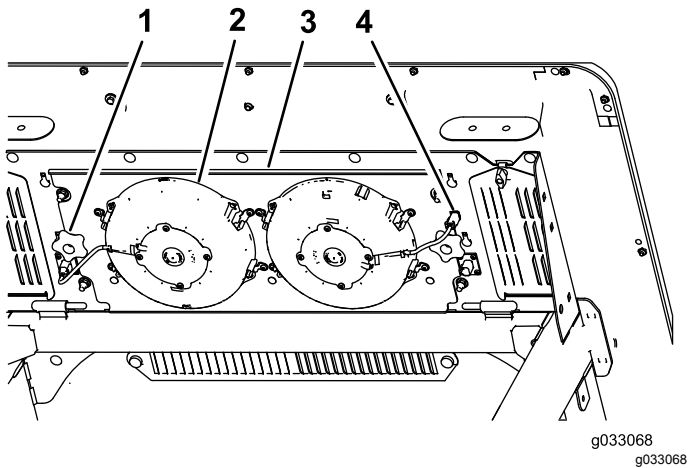

図 94
3. ファン用のプラグとコードをソケットから外す **図 94**。
4. ファンパネルアセンブリとファンをキャブの上部に固定しているノブ2個ボルトを外してアセンブリを外す **図 94**。